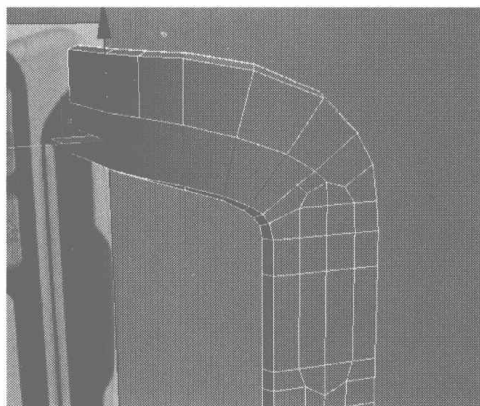
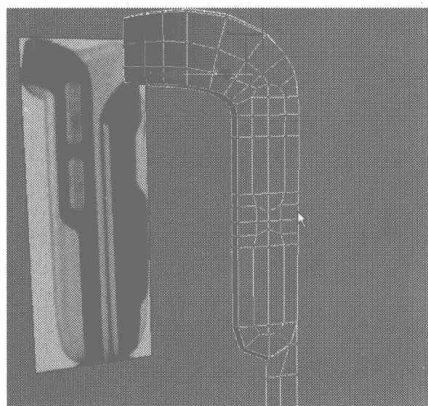

图 4.426
图 4.427
- 12** 框选如图 4.426 所示的曲线，在 Selection 卷展栏中单击 **Ring** 按钮，选择其环形的曲线，单击右键，在弹出的快捷菜单中选择 Connect 命令，为选择的曲线中间添加一条细分线，并调整其他的节点，如图 4.427 所示。